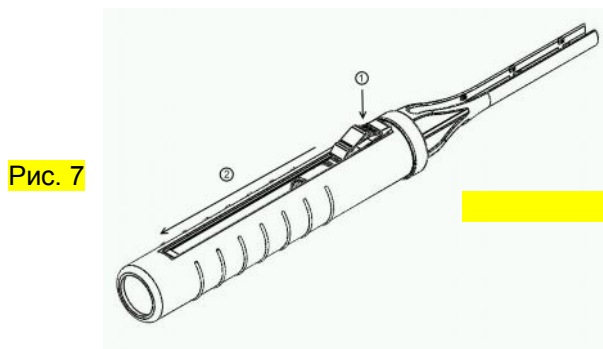
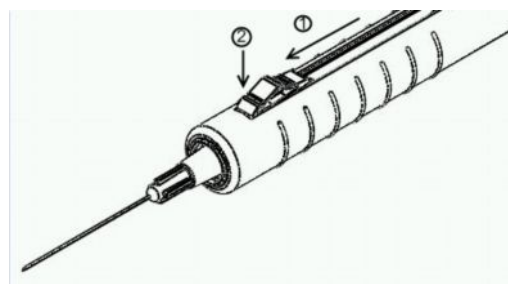

Рис. 7
Рис. 8
1. Извлеките наконечник (с подсоединенной иглой) из колпачка установленного с боковой стороны базового блока. Выдвиньте иглу, нажав на заднюю сторону КНОПКИ, аккуратно выдвинув ее вперед на всю длину (Рис. 7), и нажав на переднюю часть КНОПКИ зафиксируйте иглу в выдвинутой позиции (Рис. 8). КНОПКА становится «само-фиксирующейся» в выдвинутой позиции. Проведите инъекцию.